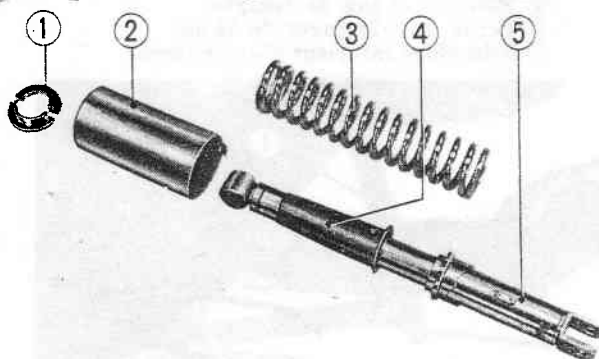

Fig. 12-5 ① Arrêt de cuvette de ressort
② Ressort d'amortisseur
1. Remonter la butée inférieure, le ressort et le tube protecteur sur l'amortisseur. Comprimer l'ensemble à l'aide de l'outil spécial de remontage (référence 07035-30001) et freiner avec l'arrêt de cuvette de ressort. (Fig. 12-5)